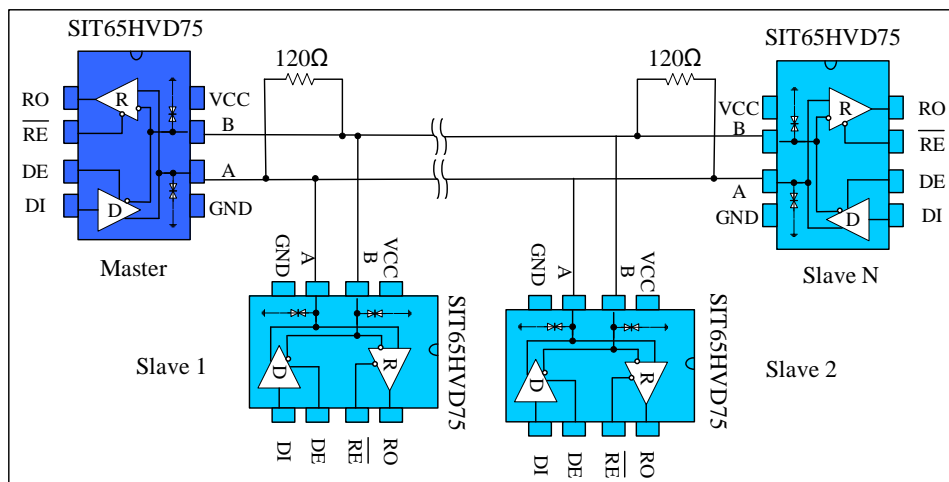

图 9 总线式 RS485 半双工通讯网络
**3.1 总线式组网：**SIT65HVD75 RS485 收发器设计用于多点总线传输线上的双向数据通信。图 9 显示了典型网络应用电路。这些器件也能用作电缆长于 4000 英尺的线性转发器，为减小反射，应当在传输线两端以其特性阻抗进行终端匹配，主干线以外的分支连线长度应尽可能短。